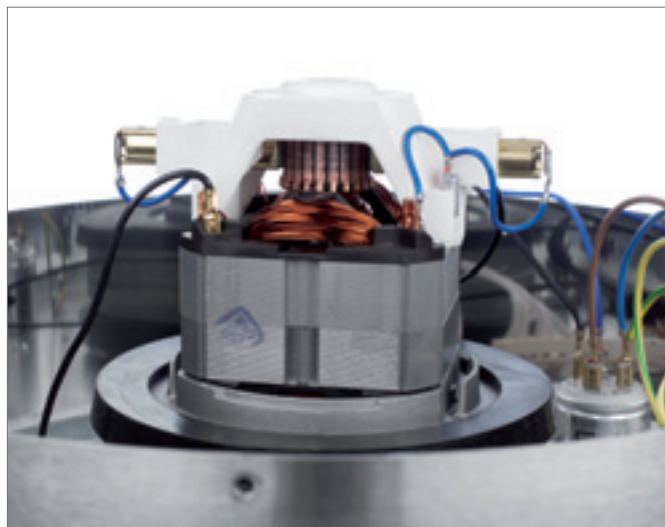

Рис. 8-4 Смена угольных щеток
- 6 Выдвинуть угольные щетки в сторону (см. рис. 8-4).